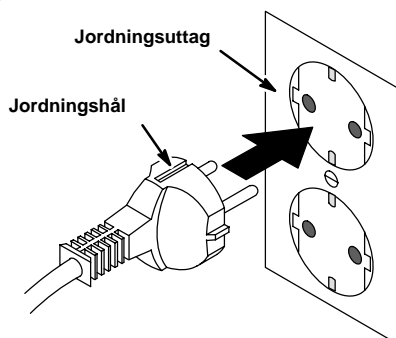

BILD. 8
- Koppla in strömsladden i ett jordat vägguttag (bild 8).